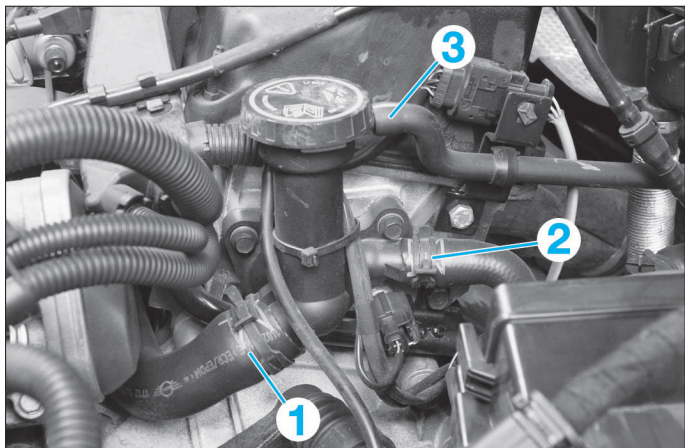

FIG. 57
- les durits (1) et (2) (Fig.57).
- la durite (3) (uniquement sur Mini Cooper S).